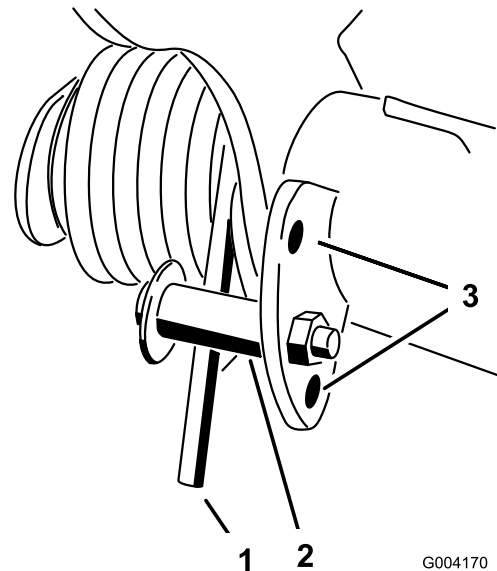

Figure 40
- Insérez un tube ou un objet similaire sur l'extrémité longue du ressort pour détendre le ressort pendant le réglage (Figure 40).
- Tout en détendant le ressort, retirez le boulon et le contre-écrou de fixation de l'actionneur de ressort au support (Figure 40).